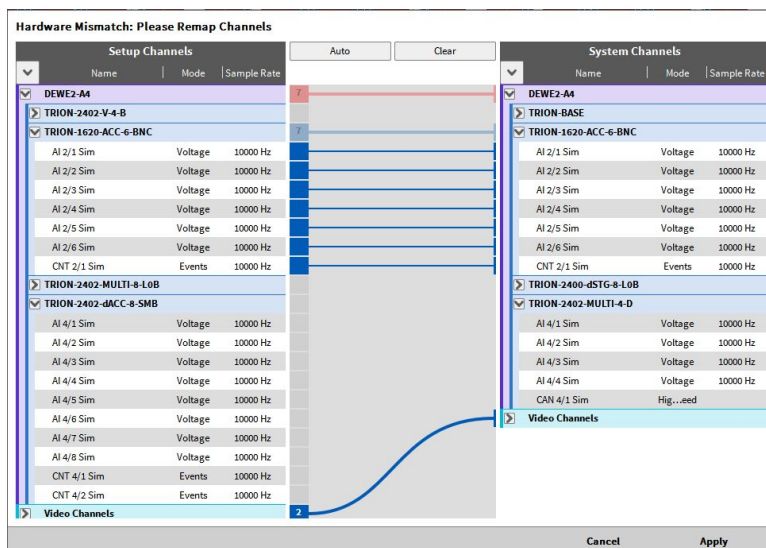

Abb. 3.13: Fenster Hardware-Übereinstimmung
6. Wenn die Mess-Hardware nicht mit der Hardware, welche im Setup gespeichert ist, zusammenpasst, öffnet sich das *Hardware-Übereinstimmung* Fenster (siehe Abb. 3.13). In diesem Fenster kann der Benutzer seine Hardware mit der gespeicherten Hardware vor dem Öffnen erneut zuordnen. Identische TRION-Module werden automatisch zugeordnet oder Sie benutzen den *Auto*-Button (siehe Abb. 3.13). Das Drücken von *Löschen* löscht die bis dahin gemachte Zuordnung. Nach dem Verbinden der notwendigen Kanäle, kann der Benutzer auf *Übernehmen* klicken und das Laden des Setups wird fortgesetzt.